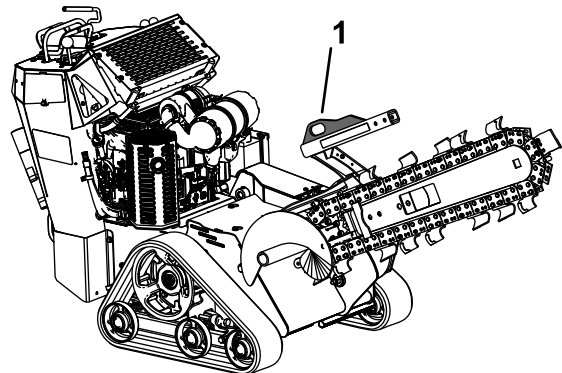

Figura 17
3. Sujete la máquina a un remolque con cadenas o correas usando los puntos de amarre/izado situados en la parte delantera y trasera de la máquina (Figura 17 y Figura 18). Consulte en la normativa local los requisitos aplicables al remolque y al sistema de amarre.
Puede izar la máquina usando los puntos de amarre/izado (Figura 17 y Figura 18).